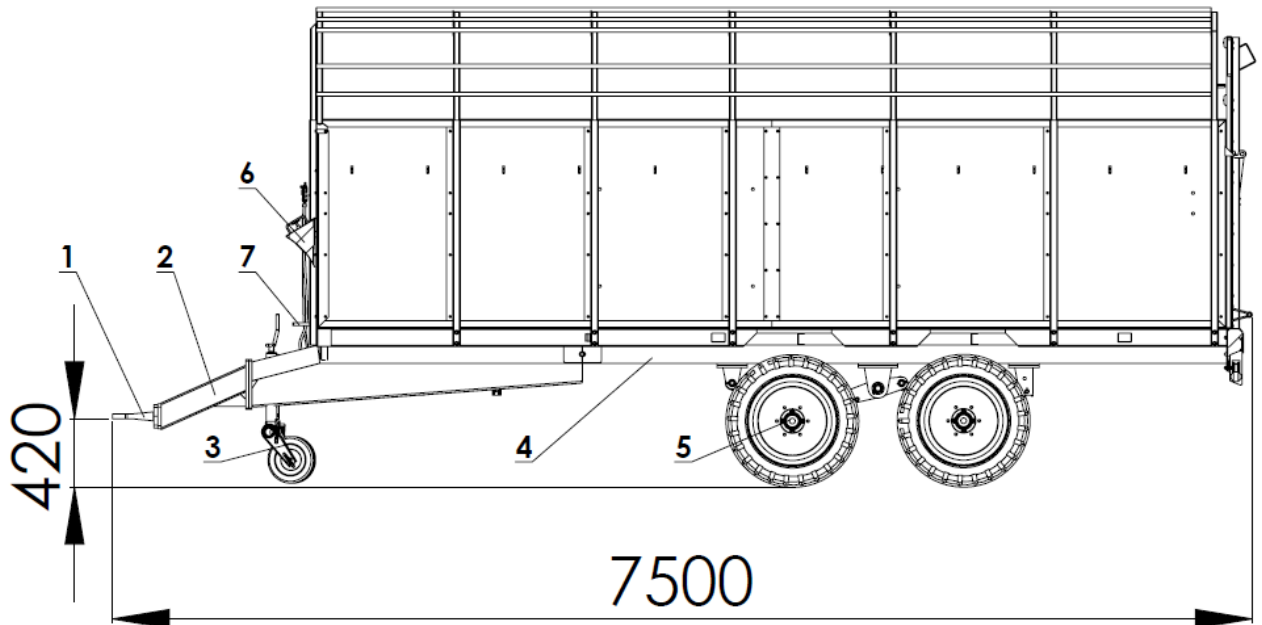

Abb. 2 Anhänger T-678 (Seitenansicht).
- Den Anhänger mit Radkeilen (Pos. 6 Abb. 2) vor selbständigem Wegrollen absichern.
Das Fahrgestell des Anhängers bilden die folgenden Baugruppen, die in Abbildung 2 dargestellt werden.
Die Fahrachse besteht aus einem quadratischen Stab mit Drehzapfen an den Enden, auf denen auf konischen Lagern Radnaben installiert sind. Es sind einfache Räder mit Bremsbacken, die durch Spreiznocken betätigt werden. Im vorderen Teil des Rahmens befindet sich eine verstellbare Deichsel (Pos. 2 Abb. 2) und eine Stütze (Pos. 3 Abb. 2). Die Befestigungsvarianten der Deichsel sind in Abb. 2 dargestellt.